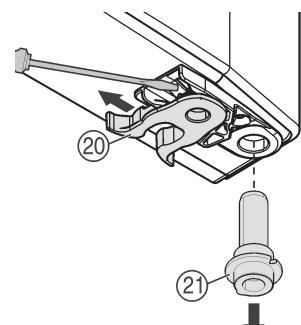

Fig. 8
- Přemístěte pružinovou svorku Fig. 8 (20): Stiskněte nos zarázky, přes ni stáhněte pružinovou svorku.
- Vytáhněte ložiskový čep Fig. 8 (21) z dveřní objímky a nasadte spolu s podložkou na protější stranu. Nos zarázky musí ukazovat k vnitřní straně dveří, zárez k vnější straně.
- Nasadte dveře dole a ložiskový čep Fig. 8 (21) do stojanu ložiska. Příp. ložiskovým čepem otáčejte tak, aby mohl zaskočit do západky.